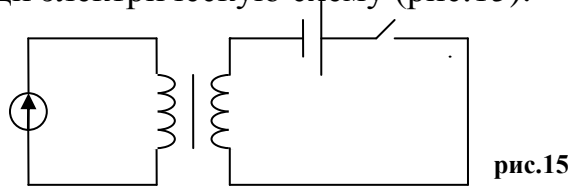

рис.15
1. Зарисуйте в тетради электрическую схему (рис.15):